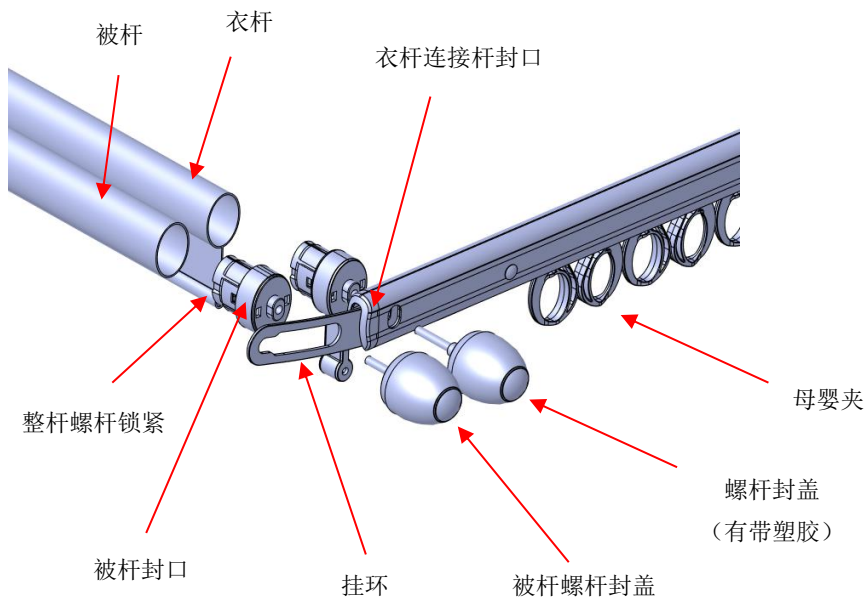

图 10
c. 拿出衣杆连接杆组件，如图 10 所示，把衣杆连接杆固定在两边的衣杆封口上，然后先将 螺杆封盖（螺丝上有塑胶的）穿过衣杆连接杆，与衣杆封口内部的螺杆锁紧件固定，上紧。